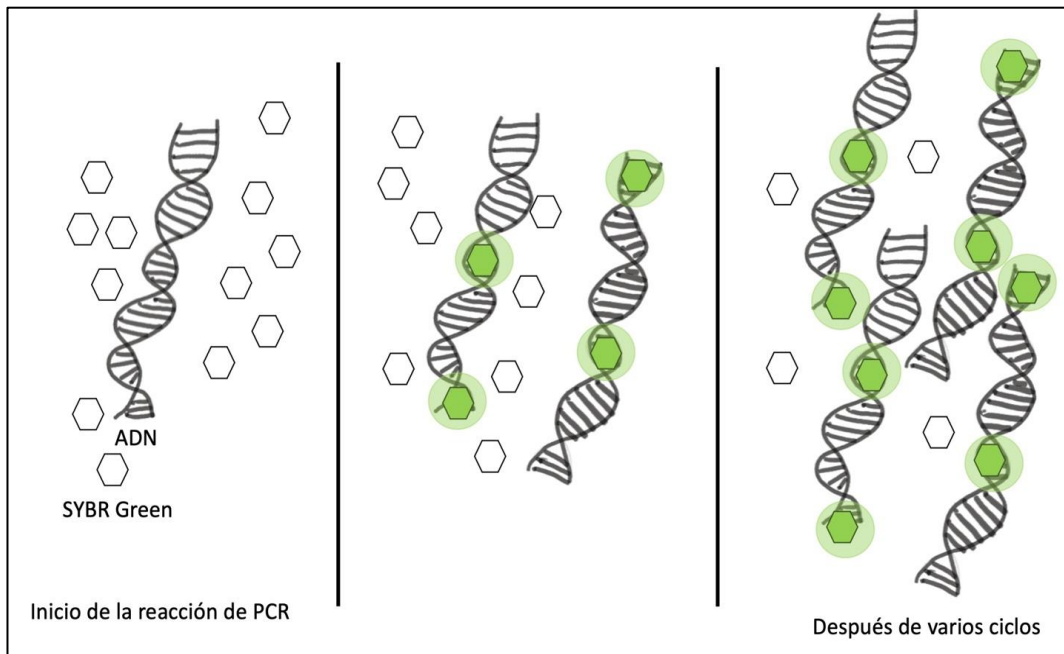

*Figura 6.4 Principio de fluorescencia del SYBR® Green I.*
en un solo paso a partir de ARN o ADNc o si se hace en dos pasos (primero la retrotranscripción y luego la qPCR). Este refinamiento implica el uso de tintes fluorescentes o sondas que marcan moléculas de ADN de doble hebra. Estos marcadores fluorescentes se unen a las nuevas copias de ADN a medida que se acumulan, lo que hace posible el monitoreo "en tiempo real" de la producción de ADN, los resultados de la qPCR consisten en curvas de amplificación (Figura 6.4) que pueden ser usadas para cuantificar la cantidad inicial de templado de moléculas de AND con gran precisión sobre un amplio rango de concentraciones (Rodríguez-Lázaro & Hernández, 2013).
*Figura 6.4 Curvas de amplificación de la qPCR. A) Señal de fluorescencia de la amplificación con SYBR Green, B) señal de fluorescencia normalizada y C) curva de fusión que muestra la disociación del ADN bicatenario.*
Consiste en el uso de fluoróforos, moléculas que al ser excitadas por determinada longitud de onda emiten fluorescencia. SYBR Green I, por ejemplo, incrementa notablemente su tasa de emisión fluorescente al unirse al surco menor del ADN de doble cadena (ADNs) por un fenómeno conocido como transferencia de energía mediante resonancia de fluorescencia (FRET) y se excita a una longitud de onda de 480 nm. Tiene un pico de emisión de fluorescencia de 520 nm, lo que corresponde al espectro visible verde y de ahí su nombre (General description SYBR® Green I Sigma-Aldrich, CAT. Num 163795-75-3). Así a medida que aumentan el número de copias en la reacción de qPCR aumenta la señal de fluorescencia (Figura 6.4).